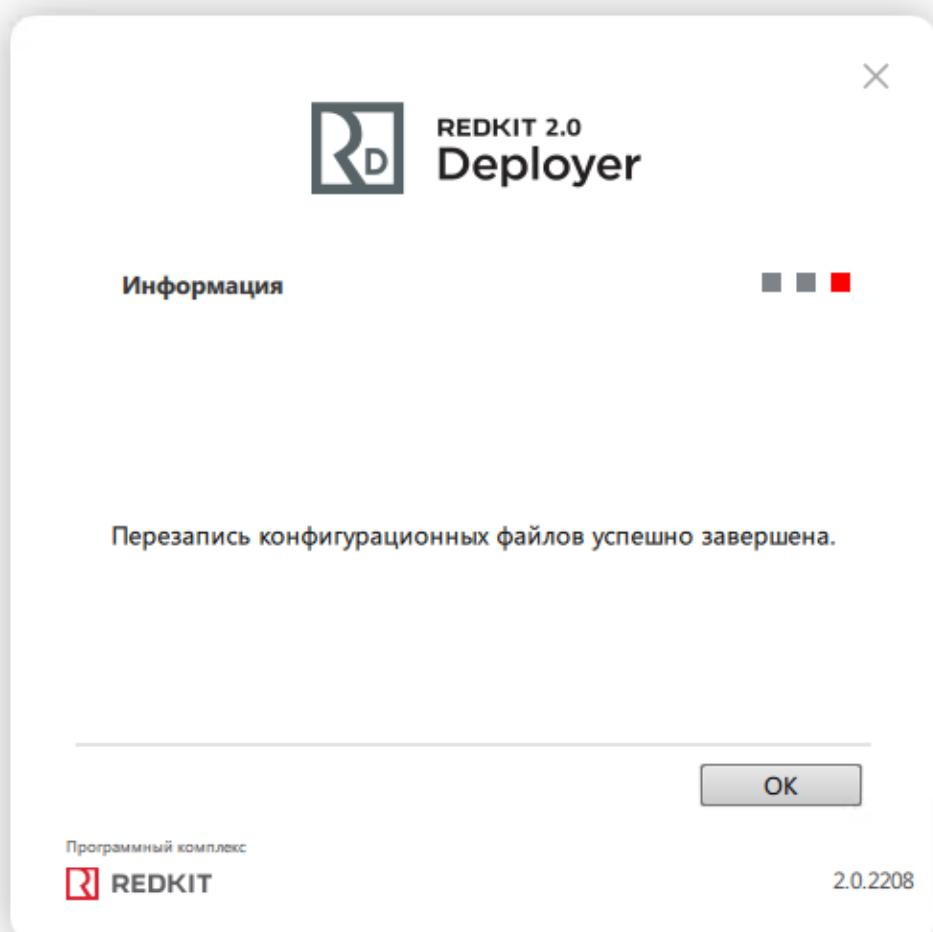

Рисунок 67 - Завершение перезаписи
20. После успешной перезаписи нажмите **OK** (Рисунок 67).